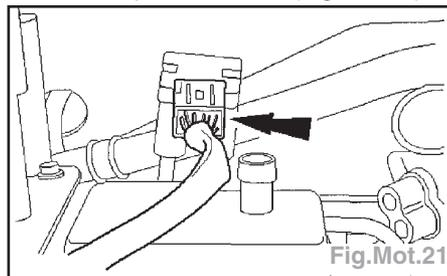

Fig.Mot.21
- Débrancher le connecteur de transducteur de dépression EGR (Fig.Mot.21).